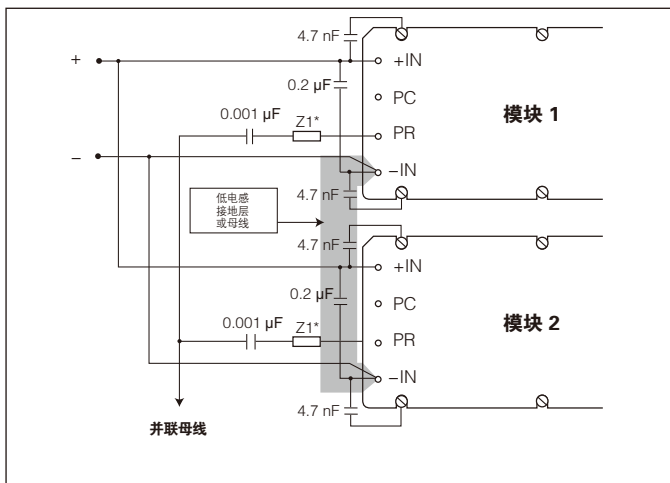

图 2-7 — 交流耦合单线接口
2. 交流耦合单线接口：所有 PR 引脚都通过 0.001 μF (500 V) 电容连接到一条通信母线。这接口可以实现负载均流和容错 (通信母线除外)。(图 2-7) 这方法通常用于最多三个模块的情况。